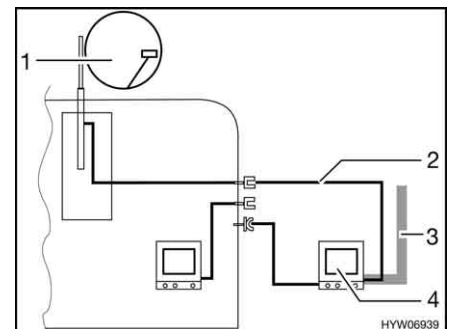

Bild 99 TV i förtältet
- TV i förtältet (Bild 99,4): Anslutning till takantenn (Bild 99,1) med anslutningskabel (Bild 99,2)
- TV i förtältet (Bild 99,4): Anslutning till extern antenn (Bild 99,3)